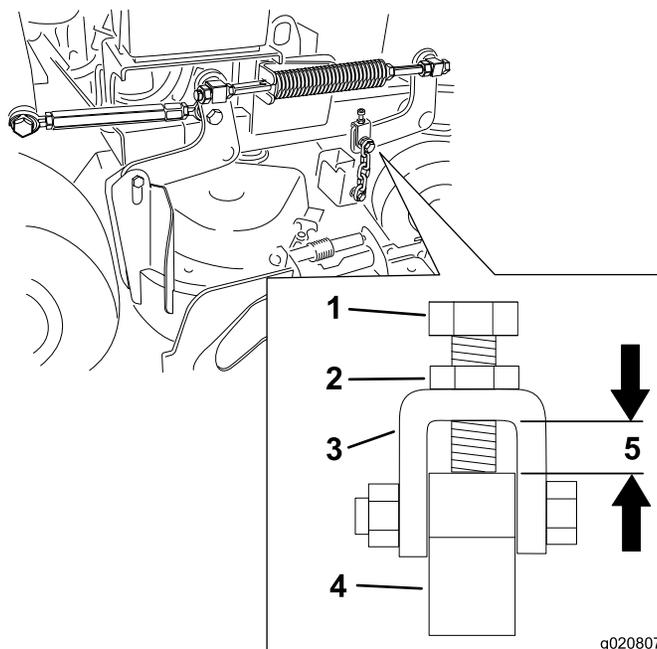

Figura 83
- Nota:** Esta distancia debe ser de 11 mm, según se muestra en Figura 83.
12. Afloje la contratuerca y ajuste el perno de ajuste para obtener la distancia correcta, según se muestra en Figura 83.